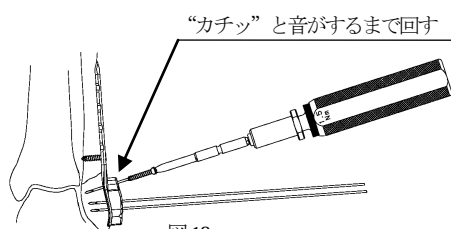

図 18
- 7) ヘクスローブ 15 中空パワービンドライバーの後端にトルクリミッター付きハンドル 1.5 を接続し、1.3 ガイドピンを介して、軸芯を傾けないよう選択した長さの 3.0 ロッキングスクリュー (T) (中空) を挿入します。(図 18) プレートとスクリューのロッキングは、トルクリミッター付きハンドルを右回転させ、最後に“カチッ”と空転するところまで行います。挿入時、軸芯が傾いていたりすると、プレートとスクリューのロッキングが不完全な状態でトルクリミッターが働くことがあります。必ず、プレートとスクリューのロッキングが完全に行われたことを、数回用手的に締め付けることにより確認して下さい。